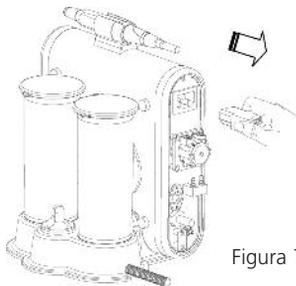

Figura 7.3.1
1. Spegnere il sistema. Scollegare il cavo di alimentazione che si trova sul retro del sistema. (Figura 7.3.1)